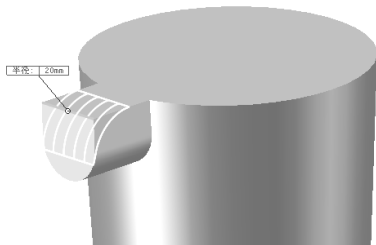
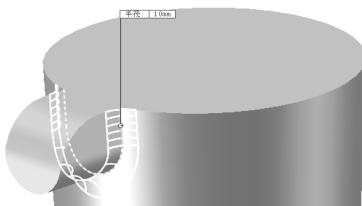
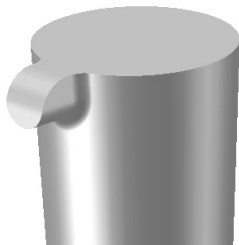

图 6-131 选择圆角边 2
图 6-132 选择圆角边 3
图 6-133 圆角绘制结果
8) 圆角处理。单击“特征”控制面板中的“圆角”按钮，系统弹出“圆角”属性管理器。选择“恒定大小圆角”按钮，输入半径“20”，在视图中选取图 6-131 所示的边线，然后单击属性管理器中的（确定）按钮。重复“圆角”命令，在属性管理器中输入半径“10”，选取图 6-132 所示的边线进行圆角处理，结果如图 6-133 所示。